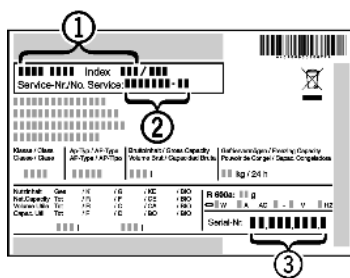

Fig. 14
- ▶ Identificați denumirea aparatului *Fig. 14 (1)*, numărul de service *Fig. 14 (2)* și numărul de serie *Fig. 14 (3)* pe marca de fabricație. Marca de fabricație se află pe partea stângă în interiorul aparatului.
- ▶ Informați serviciul de asistență a clienților și comunicați tipul defecțiunii, denumirea aparatului *Fig. 14 (1)*, numărul de service *Fig. 14 (2)* și numărul de serie *Fig. 14 (3)*.